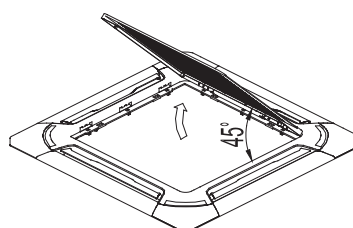

Fig.5-8
- Levantar la rejilla hasta un ángulo de aproximadamente 45°, y retírela (Ver Fig. 5-8).